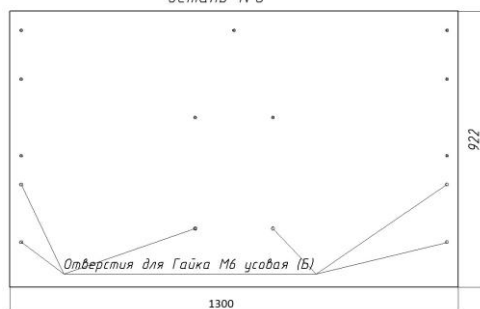

Рис.2
4. К детали №4 прикрепить детали №5,11 с помощью стяжки двойной (Ж) (рис.2).